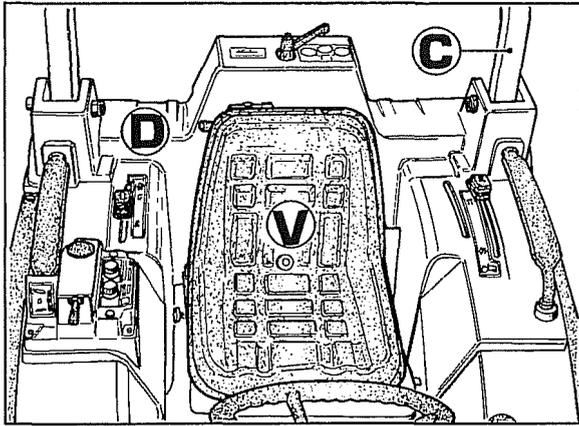

Abb. 7
2. Den Fahrersitz **V** Abb. 7 entfernen.
3. Den Überrollbügel **C** und den Karosseriekörper aus glasfaserverstärktem Kunstharz **D** Abb. 7 entfernen, nachdem man alle verschiedenen Griffe und den Halter der Bedienungselemente des Krafthebers entfernt hat.